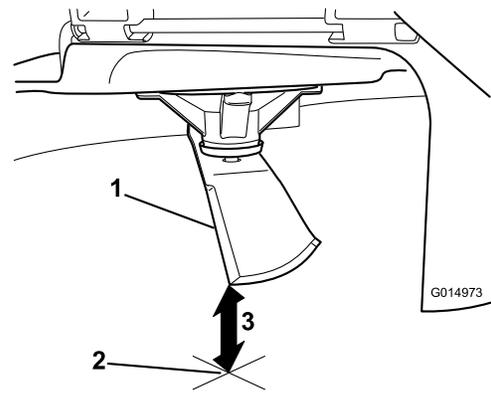

Bild 62
3. Messen Sie von der Messerspitze bis zu ebenen Fläche (**Bild 62**).